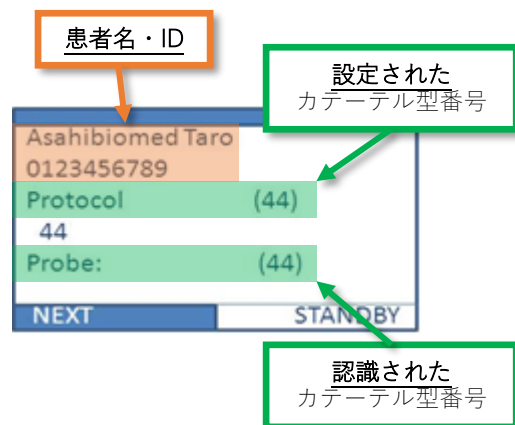

図 23 プロトコルの表示
- ① レコーダーをスタンバイモードにします。
- ② メモリーカードを取り外します。
- ③ 47 ページ「9 測定記録を PC に転送する」および 24 ページ「7 患者の測定」を参照してください。
- ⑥ 数秒経過すると、患者の名前、プロトコル、プローブの情報が表示されます (図 23)。